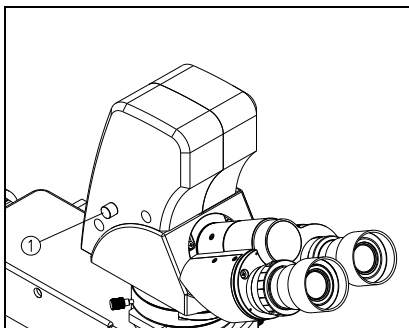

图 40
白平衡开关①按出来是白平衡关闭，按进去是白平衡开启，主要用来调节显微视频图象的色彩。(如图 40)